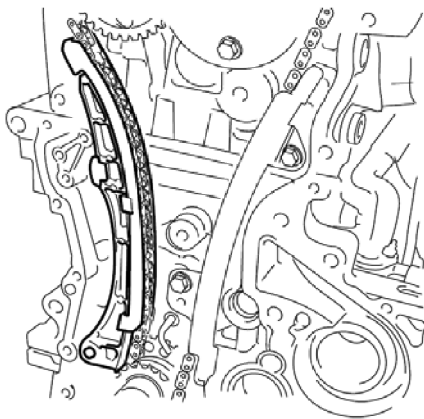

图 11-7 拆卸张紧器滑轨
- 23) 拆卸链条张紧器滑轨，如图 11-7 所示。
- 3) 安装链条张紧器滑轨, 如图 11-7 所示。